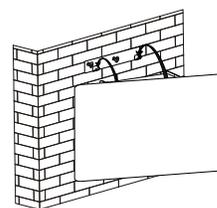
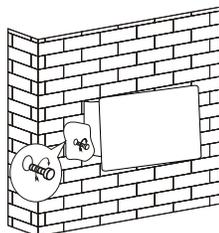

Рис. 6
Рис. 7
- 2.4. Навесьте вытяжку на стену (рис.6), затем снимите алюминиевый фильтр и закрепите 2 шурупа безопасности ST4\*30 (рис.7).